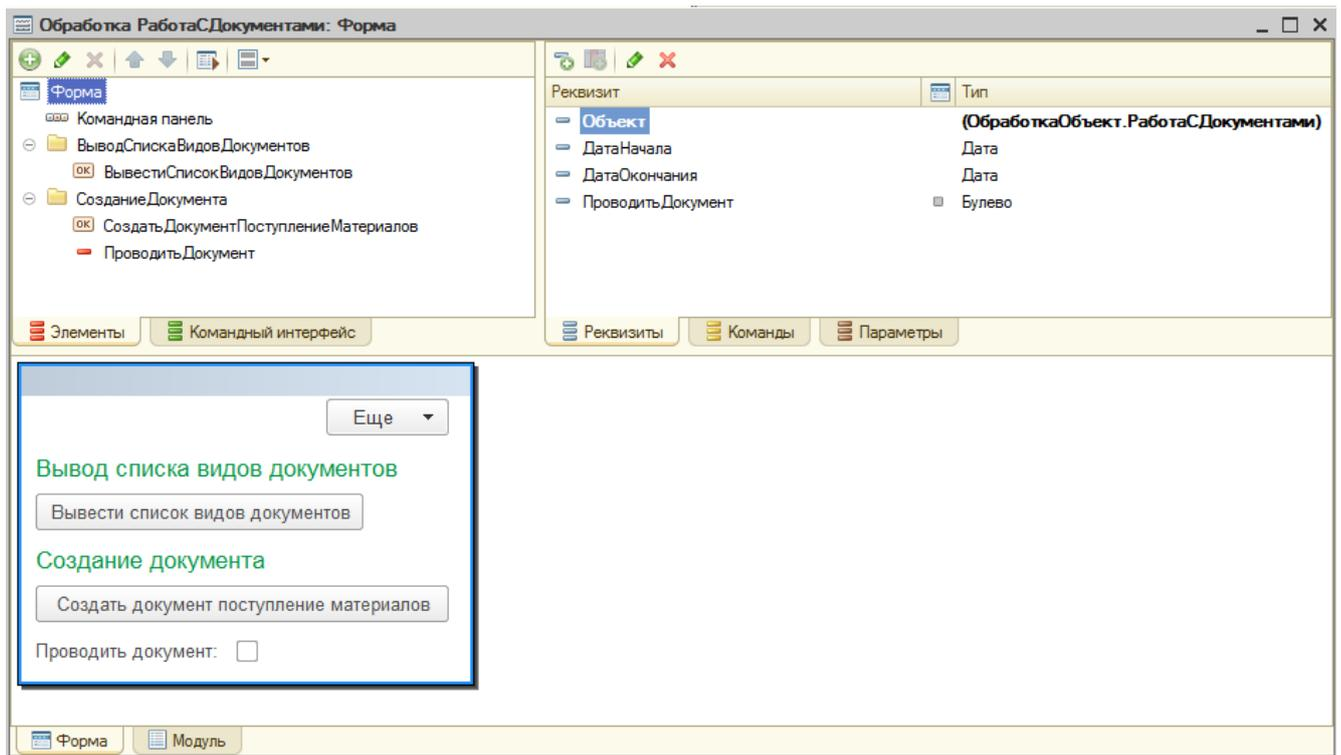

Рисунок 14.12 - Модификация формы обработки
30. Добавим в нашу обработку новую команду – СоздатьДокументПоступлениеМатериалов. Так же добавим новый реквизит – ПроводитьДокумент, поместим его на форму, Рисунок 14.12.